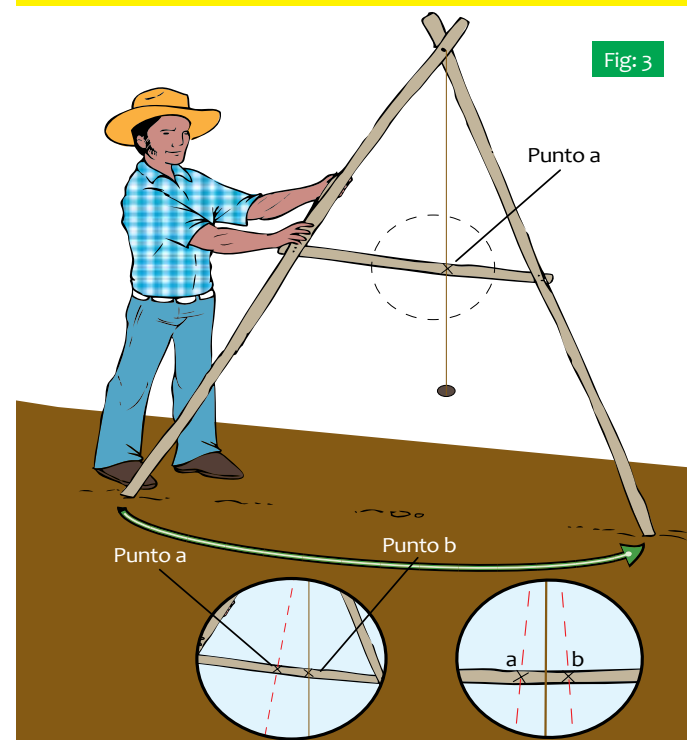

Fig: 3
1. Ubique el aparato "A" en dos puntos fijos previamente marcados, sobre el suelo (Fig. 3).